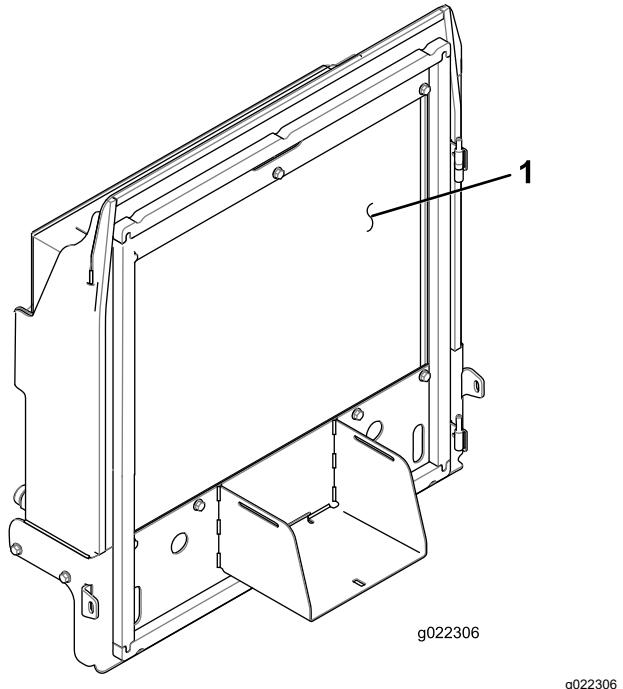

Figura 95
- 4. Limpie a fondo ambos lados del radiador y del enfriador de aceite (Figura 95) con aire comprimido.